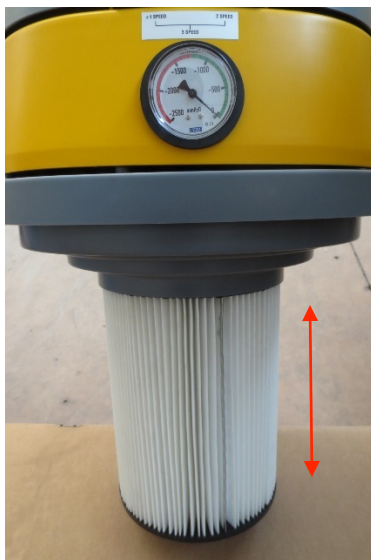

Figure 6
- Décrocher le filtre « C » Figure 6 en le tirant vers le bas